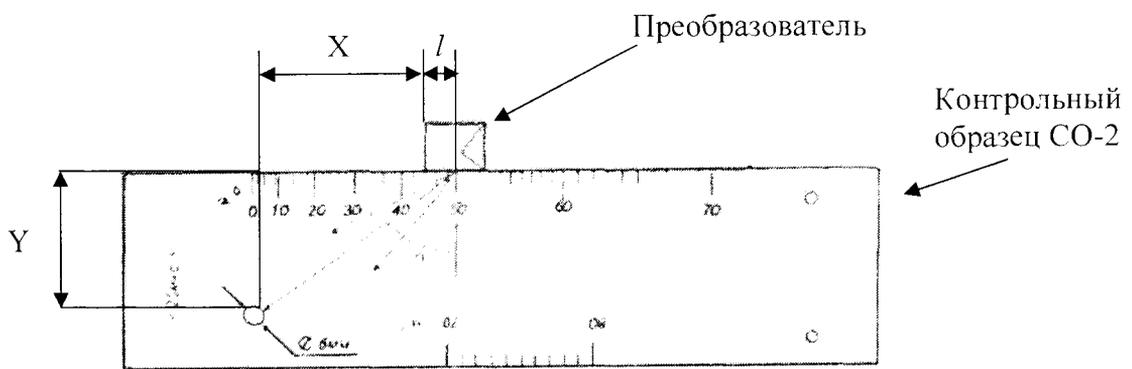

Рисунок 2
5.5.4 Установить наклонный преобразователь, подключенный к электронному блоку дефектоскопа на поверхность контрольного образца СО-2 таким образом, чтобы фактическая точка выхода была у отметки по шкале "α°" контрольного образца, соответствующей номинальному значению угла ввода преобразователя (αн, градус), указанному в маркировке преобразователя (рисунок 2).